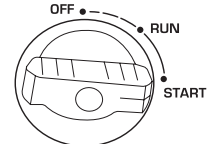

Abb. 2
- Für Modelle KS 2100iG S, KS 3100iG S: Drehen Sie nach dem Motoranlassen den Multifunktions-Drehknopf in die Position „START“ (abb. 2). Ziehen Sie am Startergriff, bis ein leichter Widerstand spürbar ist. Dann ziehen Sie durch eine schnelle Bewegung den Starter auf die ganze Schnurlänge heraus. Handstartergriff langsam von Hand zurückführen, nicht abrupt loslassen. Drehen Sie nach dem Motoranlassen den Multifunktions-Drehknopf in die Position „RUN“ (abb. 2).